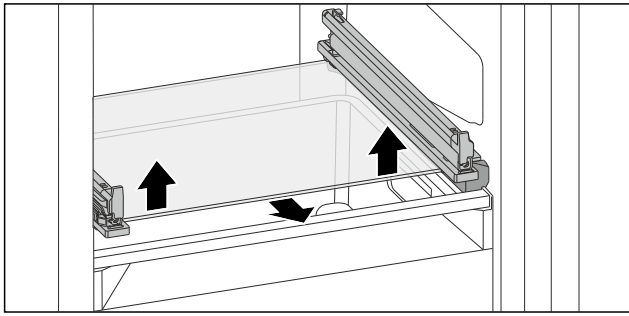

Fig. 73 Ripiano in vetro del cassetto ribaltabile
- ▶ Premere il ripiano in vetro dal basso verso l'alto su entrambi i lati. (vedere Fig. 73)